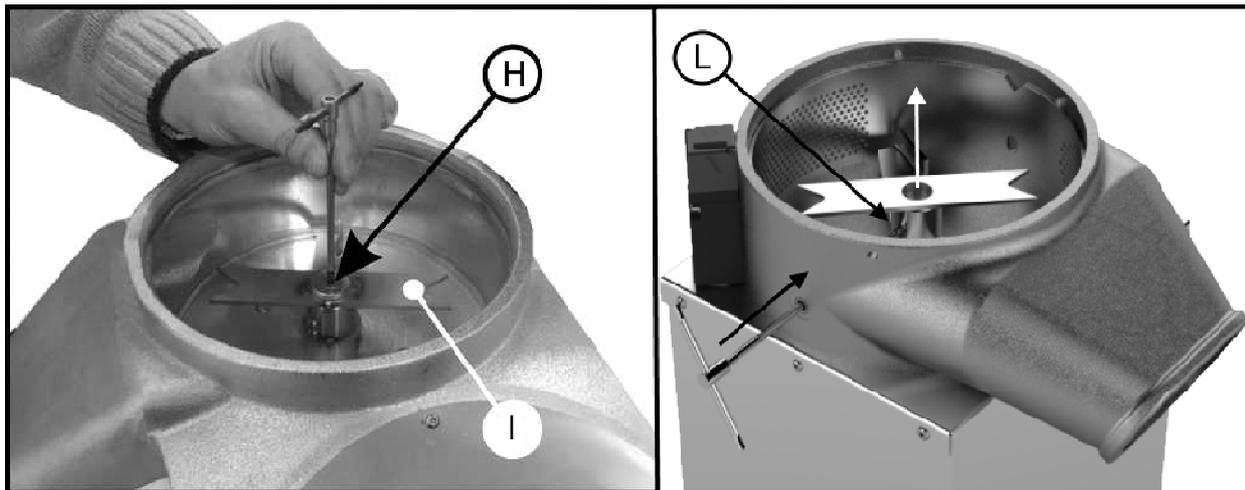

Рисунок 9
- Открутите и извлеките винт и соответствующую шайбу из. Н Рисунок 9
- Открутите установочный винт из. L Рисунок 9, вставив ключ-шестигранник в отверстие блокировки сита
- Затяните установочный винт из. L Рисунок 9
- Затяните винт и соответствующую шайбу из. Н Рисунок 9